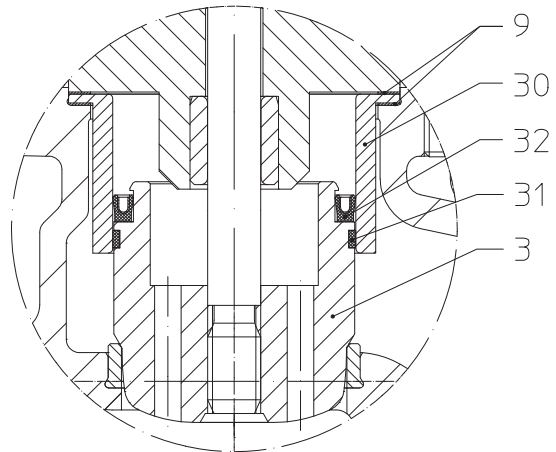

Fig. 27: Trykaflastningskegle
- Den sidste/defekte stempelpakning (pos. 32) fjernes fra noten med dertil egnet værktøj.
- Ny stempelpakning monteres (pos. 32), vær opmærksom på at den sidder rigtig ved sammenbygning (se Fig. 27).
- O-ring (pos. 31) udskiftes.
- Indvendig side af styre-cylinderne (pos. 30) rengøres evt. afpudses med fin sandpapir.
- Udskift 2 pakninger (pos. 9).
- Fastgør med møtrikker (pos. 11) og stram dem over kors.